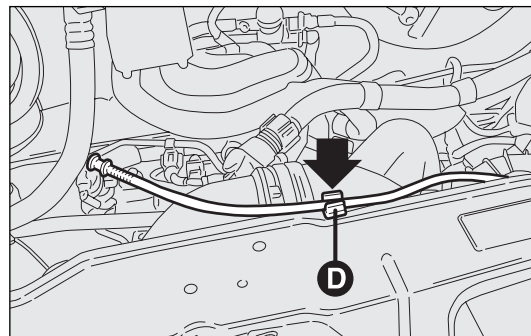
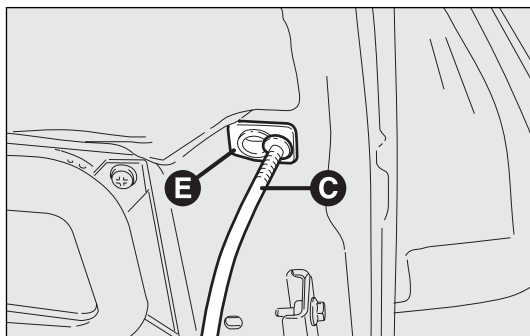

fig. 131
fig. 132
- soulever le capot et en même temps dégager la béquille de soutien fig. 131 de son dispositif de blocage D, puis engager l'extrémité C-fig. 132 de la béquille dans l'emplacement E du capot.
- tenir le capot soulevé d'une main et de l'autre enlever la béquille C-fig. 132 du logement E et la remettre dans son dispositif de blocage D-fig. 131 ;